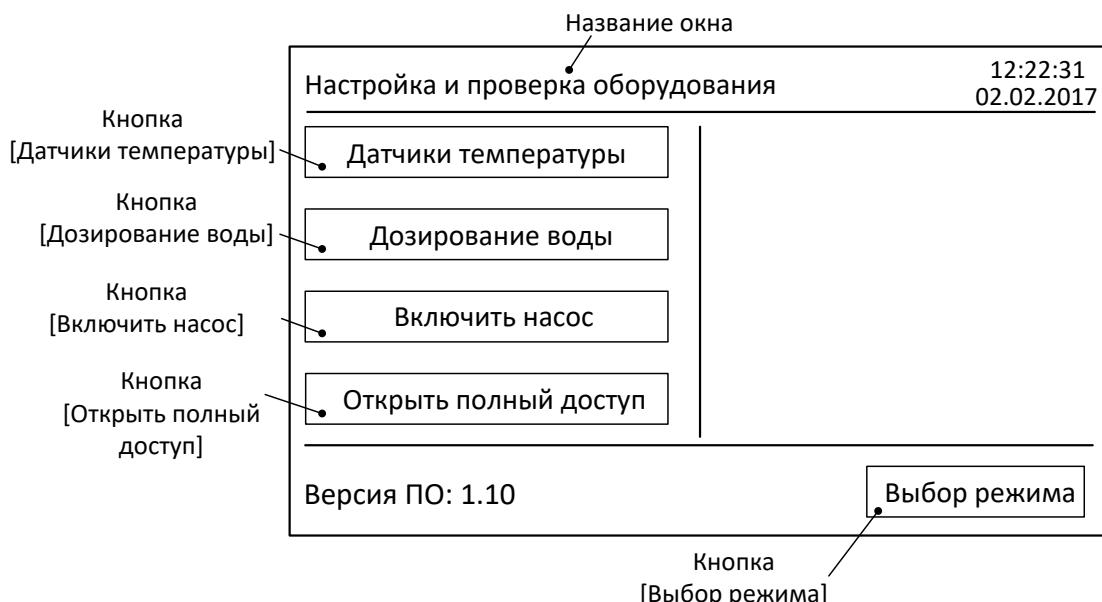

Рисунок 9 – Окно настройки и проверки оборудования
4.2.6 Установить гибкую трубку на место в штуцер подвода воды. Это происходит путём вталкивания трубы в центр синего кольца БРС до упора, без нажатия на само кольцо. Выйти из окна «Настройка и проверка оборудования» нажатием кнопки [Выбор режима] (рисунок 9).